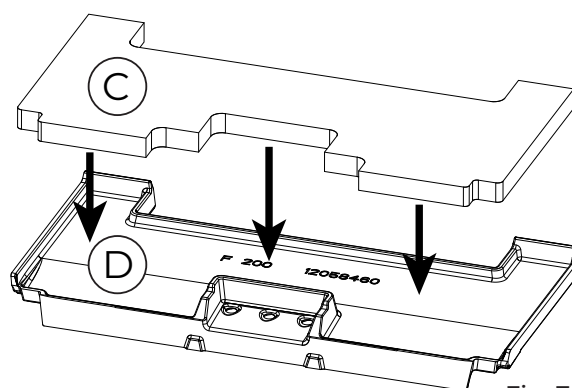

Fig. 7.11
6	Inserte el panel aislante (C) en la nueva placa trasera (D) (Fig 7.11)